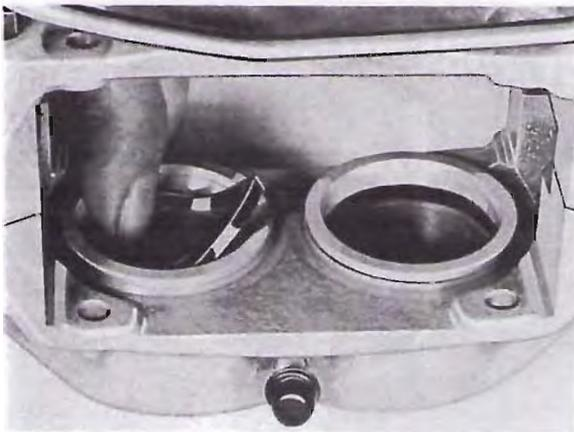

Abb. 23 Einbau des Dichtringes
2. Neue Dichtringe in die Zylinder einbauen, siehe Abb. 23.